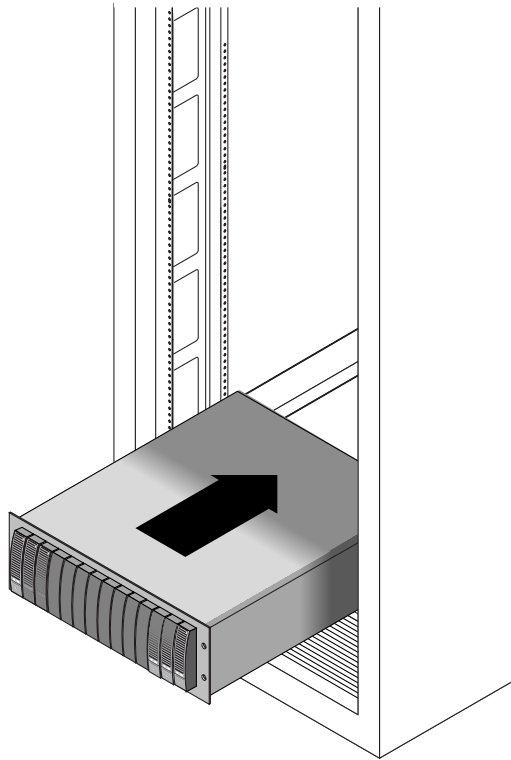

FIGURE 2-10 Insertion du boîtier dans l'armoire
3. Faites glisser doucement le boîtier dans l'armoire jusqu'à ce que les pattes avant du boîtier touchent la face verticale de l'armoire (FIGURE 2-10).